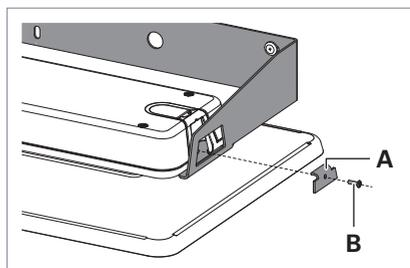

Fig. 7: Avvitamento dell'angolare al supporto a parete.
- ▶ Avvitare l'angolare **A** con la vite **B** al supporto a parete, vedi Fig. 7.